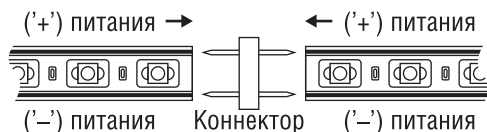

Рис. 4. Соединение при помощи коннектора
- 2) Подключите участки светодиодной ленты в соответствии с полярностью, см. Рис. 4. Контакты коннектора должны войти по центру соответствующих проводов (жил), идущих по всей длине ленты.